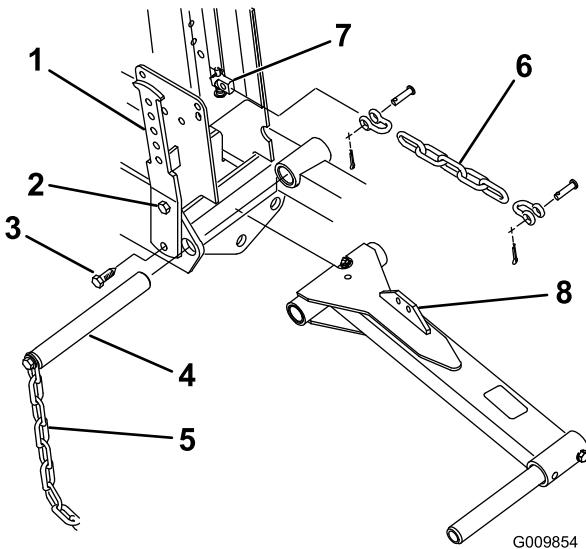

Figure 6
- Serrez le boulon supérieur qui fixe le bras d'équilibrage gauche au bâti (Figure 6).
- Retirez le boulon inférieur et l'écrou qui fixent le bras d'équilibrage gauche au bâti (Figure 6).
- Tournez le bras d'équilibrage vers l'extérieur pour permettre le retrait de l'axe de pivot du bras de relevage et de la chaîne de basculement (Figure 6).
- Placez le bras de relevage entre les longerons du bâti, alignez les trous de fixation et insérez l'axe de pivot (Figure 6). Insérez l'axe de pivot de sorte que le bras